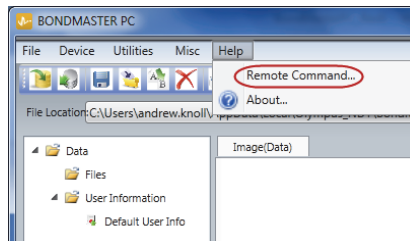

Figure 7-11 Sélection de Remote Command
- ◆ Dans le menu **Help** (Aide), sélectionnez **Remote Command** (Commandes à distance) [voir la Figure 7-11 à la page 196].